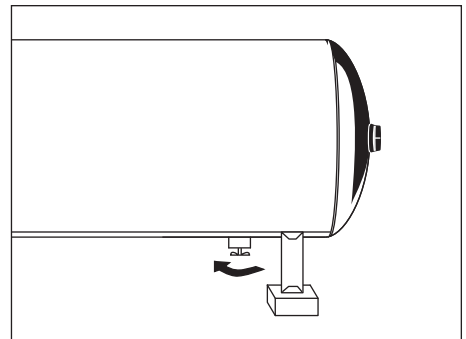

Figura 8 - Drenaje manual del tanque
- a. Abra la llave de drenaje del tanque y deje que el compresor funcione durante 60 minutos sin carga (Vea la Figura 8).